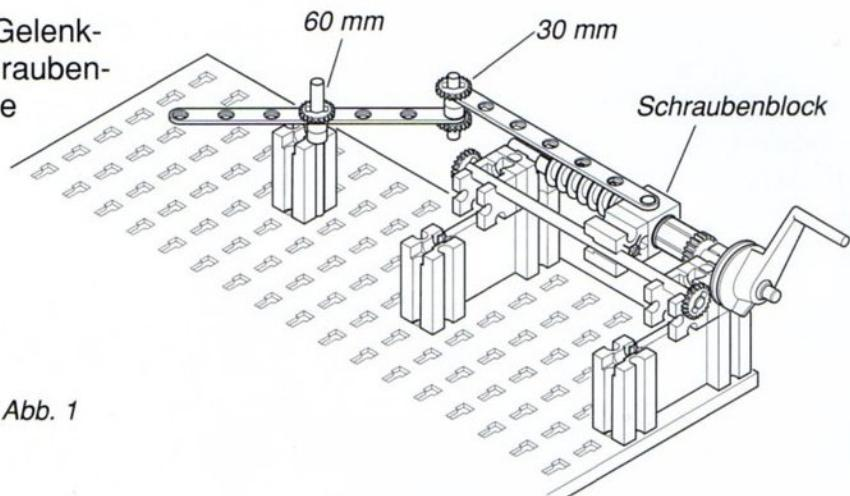

Abb. 1
- 1) Fügt den einfachen Gelenkmechanismus zum Schraubenspindelmodell hinzu, wie in Abb. 1 gezeigt.